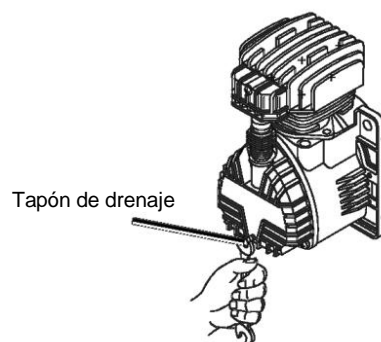

Fig. 13
- (1) Antes de las primeras 50 horas de operación, reemplace completamente el aceite del elemento de la bomba. Afloje el tapón de drenaje del aceite de la cubierta del compresor, drene todo el aceite, y atornille otra vez el tapón (Consulte la Fig. 1 y la Fig. 13).